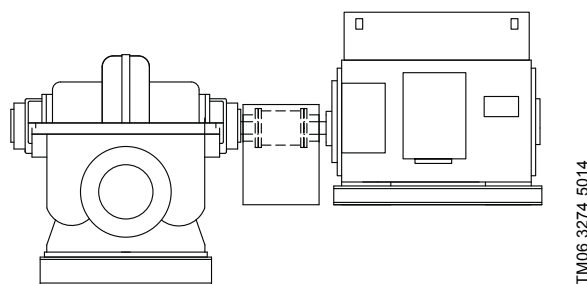

Рис. 6 Насос с электродвигателем и отдельными рамами-основаниями
4. Насос с электродвигателем и отдельными рамами-основаниями. См. рис. 6.